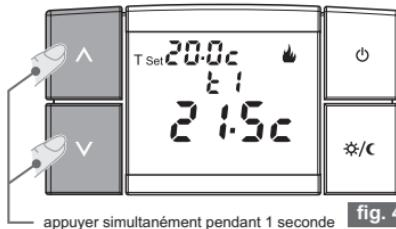

fig. 4
- Appuyer brièvement sur les touches **▲** et **▼** (au moins 1 seconde) (exemple sur la fig. 4).